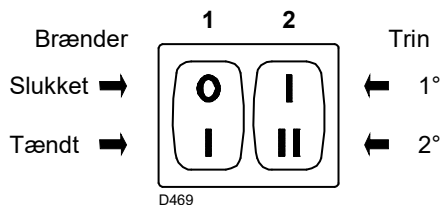

Fig. 19
- Start brænderen ved at lukke fjernbetjeningerne og med kontakten 1)(Fig. 19) i positionen "TÆNDT". Pumpen skal dreje i pilens retning på låget.
- Stop brænderen: kontakt 1)(Fig. 19) i positionen "SLUKKET", og spænd skruen 3).